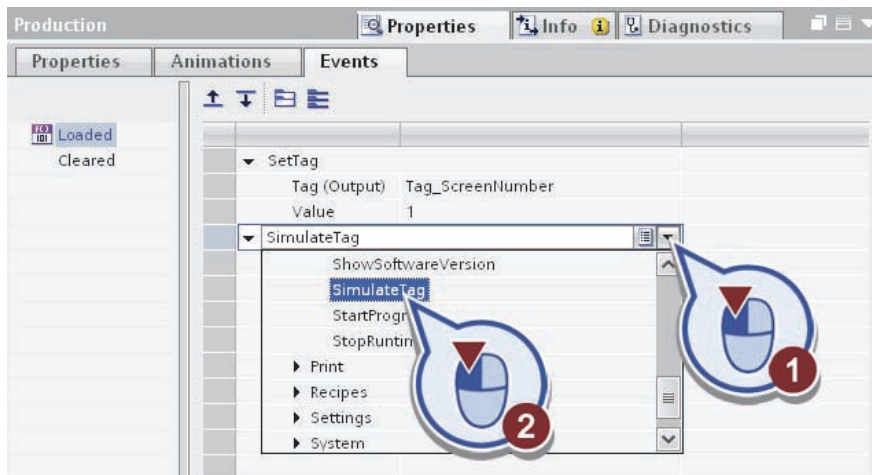

Рис. 3.43. Вставка функции «SimulateTag»
- Вставьте функцию «SimulateTag» (рис. 3.43):